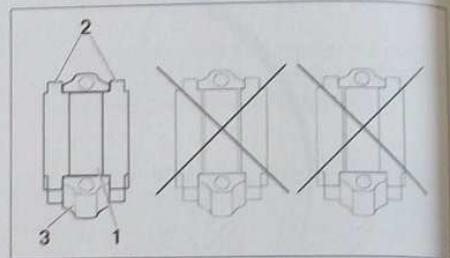

FIG.43
- Monter les segments huilés sur les pistons en commençant par le segment raclleur (6) puis celui d'étanchéité (7) et enfin le segment coup de feu (8) en plaçant les marquages "Top" vers la tête du piston. Tiercer les segments à 120°, en les décalant par rapport à l'axe de piston et à la coupe du segment raclleur.
- Monter dans leur chapeau, les coussinets (1) huilés suivant la classe déterminée pour chaque maneton. Ils doivent parfaitement être centrés sur la bielle (3) et le chapeau. Utiliser pour cela l'outil (2) PSA 0194.P (Fig.43).